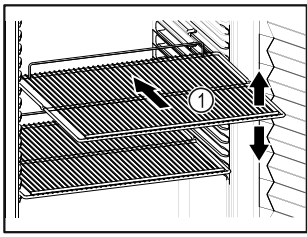

Fig. 49
- Wenn Abstellroste Fig. 49 (1) versetzbar sind, je nach Höhe anpassen.